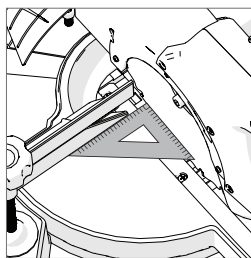

Fig. 19
- Accertarsi che la testina di taglio si trovi sempre nella posizione di bloccaggio più bassa e che il perno di arresto sia completamente scattato in posizione. (vedi **Fig. 19**)
- Posizionare la squadra graduata sul tavolo, facendo in modo che l'estremità corta poggi sul tavolo e l'altra estremità sulla lama di taglio (non sulle punte TCT). **(Fig. 19)**